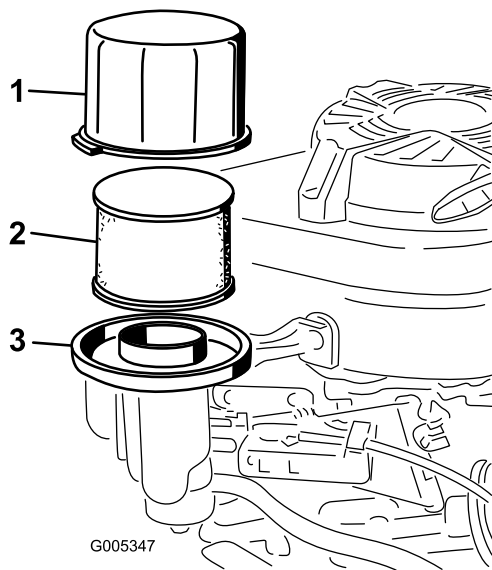

Figura 18
3. Retire la tapa y límpiela a fondo (Figura 18).
4. Retire el pre-limpiador de gomaespuma y el filtro de aire de papel de la base del limpiador de aire (Figura 18).